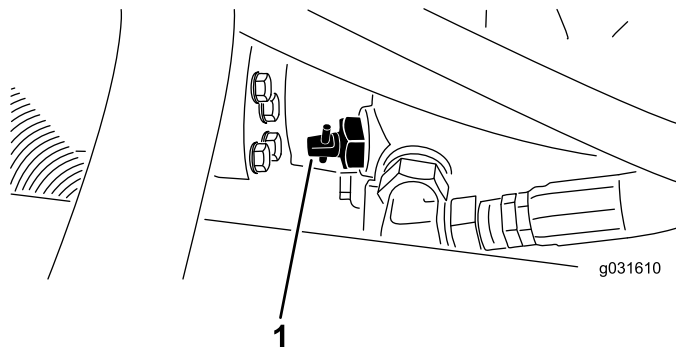

図 29
1. 油圧ポンプについているバイパスバルブを90°回転させる 図 29。